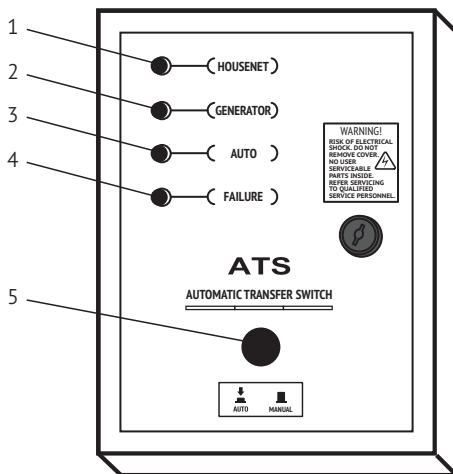

Рис.1
Сначала запустите генератор в ручном режиме с его панели, в положении Основного переключателя «ВЫКЛ-OFF» блока АТС (5) рис.1, тем самым проверив работоспособность генератора, и затем вы можете использовать режим «АВТО-AUTO» для автоматической работы системы АТС.
Переместите Основной переключатель (5) рис.1 в положение «АВТО-AUTO» на блоке АТС, система АТС будет работать автоматически и готова для последующих пусков генератора в автоматическом режиме.
В случае отсутствия подачи электроэнергии от основной сети, генератор сделает первый пуск в течение 5 секунд, при удачном пуске генератор перейдет в рабочий режим, а на многофункциональном дисплее генератора появится значение А-1. При неудачном пуске на многофункциональном дисплее появится значение F-1, а автоматический режим попытается запустить генератор снова через 5 секунд, в таком случае, во время удачного запуска со второй попытки на многофункциональном дисплее появится надпись А-2. При неудачном втором пуске на многофункциональном дисплее появится значение F-2, а автоматический режим попытается запустить генератор в третий раз через 5 секунд в таком случае, во время удачного запуска с третьей попытки на многофункциональном дисплее появится надпись А-3. После третьего неудачного пуска генератор НЕ БУДЕТ запускаться снова в автоматическом режиме, а на нижней панели индикаторе загорится индикатор «ПЕРЕГРУЗКА» (4) рис.1 («Failure»).
Если вам нужно вручную запустить генератор, поставьте основной переключатель блока ATS (5) рис.1 в положение «ВЫКЛ-OFF» и запустите генератор обычным способом.